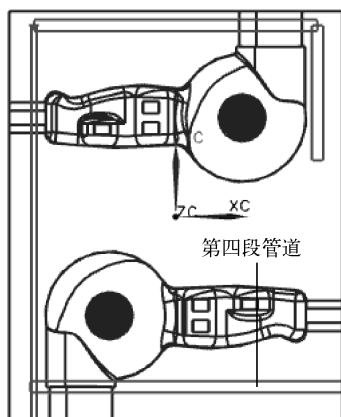

图 10-91 创建第四段管道
(11) 按照上述方法, 继续创建第四段管道, 如图 10-91 所示。